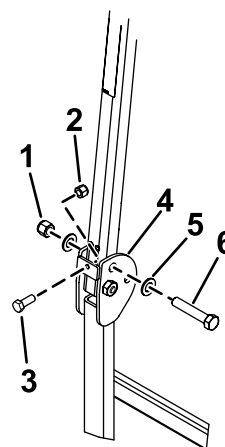

図 9
3. 図 9 に示すように、ワッシャ 13/16 x 1 1/2" を各ボルト 3/4 x 4" に組み付ける。
4. ピンを抜いた穴に、ボルトとワッシャを取り付ける (図 9)。
5. 図 9 のように各ボルトにもう1枚のワッシャを入れ、ナット 3/4" で固定する。各ナットを 323-396 N·m (33-40 kg·m = 238-292 ft·lb) にトルク締めする。
6. ヒンジエリアのロールバーの下部の両側にあるねじ付きプレートに、ボルト (3/8-16 x 1" または 1-1/4 ") とジャムナット (ボルトとジャム ナットは未同梱) を取り付ける (図 9)。ボルトを上部のロールバーチューブにしっかりと固定されるまで締め付け、ジャムナットを締め付ける。
7. ロールバーとサンシェードが跳ね上がるのを防ぐために、ROPSピボットボルト (図 9) を 91 113 N·m (9.8 12.2 kgm) のトルクで締め付ける。